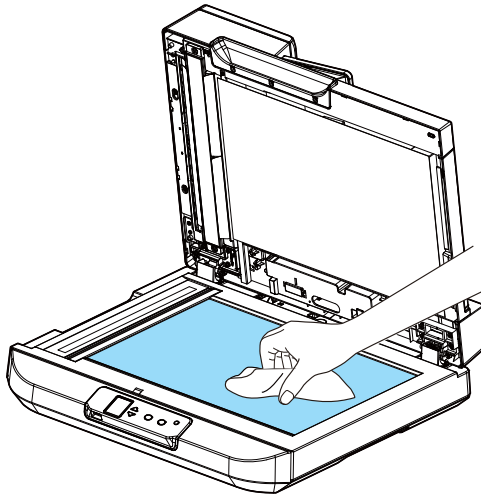

Figura 7-1 Área de limpeza
2. Abra a cobertura do documento como mostrado na Figura 7-1. Limpe o vidro para documento.